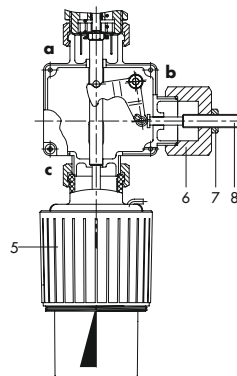

Bild 4: Doppelanschluss Do3, Thermostat Typ 2430 und Handverstellung
Doppelanschluss Do3 mit Handverstellung Ba43 (Bild 4) zum manuellen Schließen des Ventils oder zur Hubbegrenzung Anschluss **c** Regelthermostat, Anschluss **b** Handverstellung.
Der **Doppelanschluss** ist bei den Temperaturreglern zwischen Ventil (1) und Regelthermostat (5) angeordnet. An den Anschlüssen **b** und **c** wird jeweils der zusätzliche Regelthermostat (Bild 4) angebaut. Die Handverstellung ist an Anschluss **b** anzuschließen.
Der Hub der montierten Einheit wirkt direkt (Anschluss **c**) oder über den Hebel (3) (Anschluss **b**) auf den Übertragungsstift (4). Dieser bewegt Kegelstange (2) und Kegel. Mit der Kegelstange ist jeweils die Einheit gekuppelt, die den größten Hub aufweist. Die Handverstellung (Bild 4) ist somit eine Hubbegrenzung.